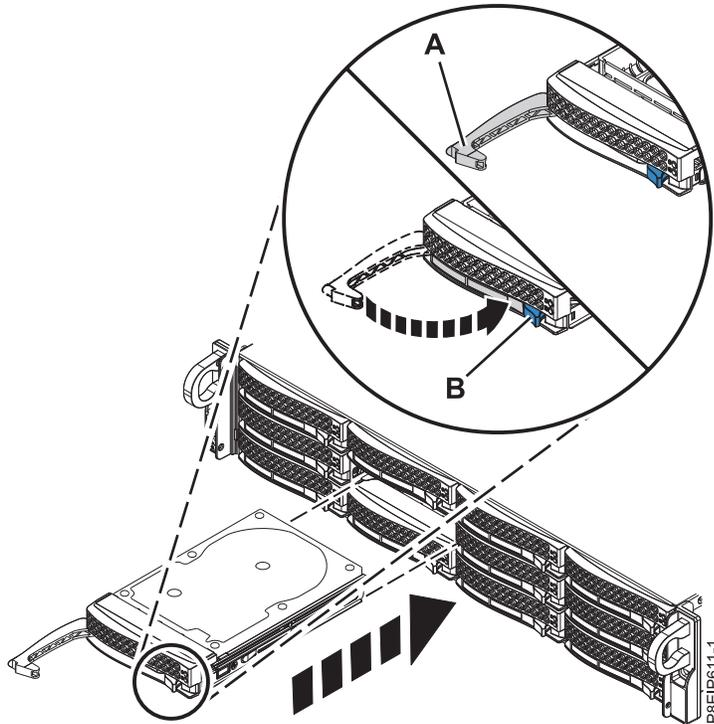

図 8. ディスク・ドライブのロックの詳細
4. (B) 位置にロックされるまでハンドル・リリースを押し込んで、ドライブ・ベイ・ハンドル (A) をロックします (10 ページの図 8 を参照)。